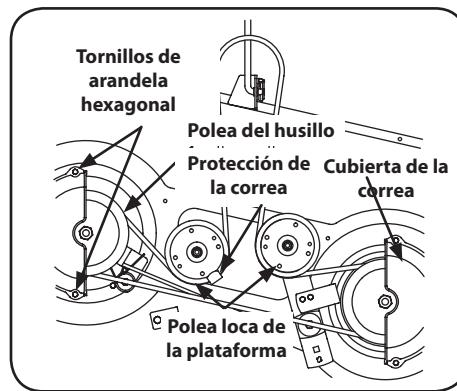

Figura 4-14
- Extraiga las cubiertas de la correa retirando los tornillos con arandela hexagonal que las sujetan a la plataforma. Consulte la Figura 4-14.
- Retire con cuidado la correa de la plataforma de alrededor de las dos poleas del husillo y las dos poleas locas de la plataforma. Consulte la Figura 4-14.
- Para colocar la correa nueva, comience pasando la correa alrededor de las dos poleas exteriores del husillo como se muestra en la Figura 4-14.
- Pase la correa alrededor de las dos poleas locas de la plataforma, como se ve en la Figura 4-14.
- Reinstale la plataforma, comprobando que la correa se ha pasado alrededor de las poleas como se indica. Consulte la Figura 4-14.